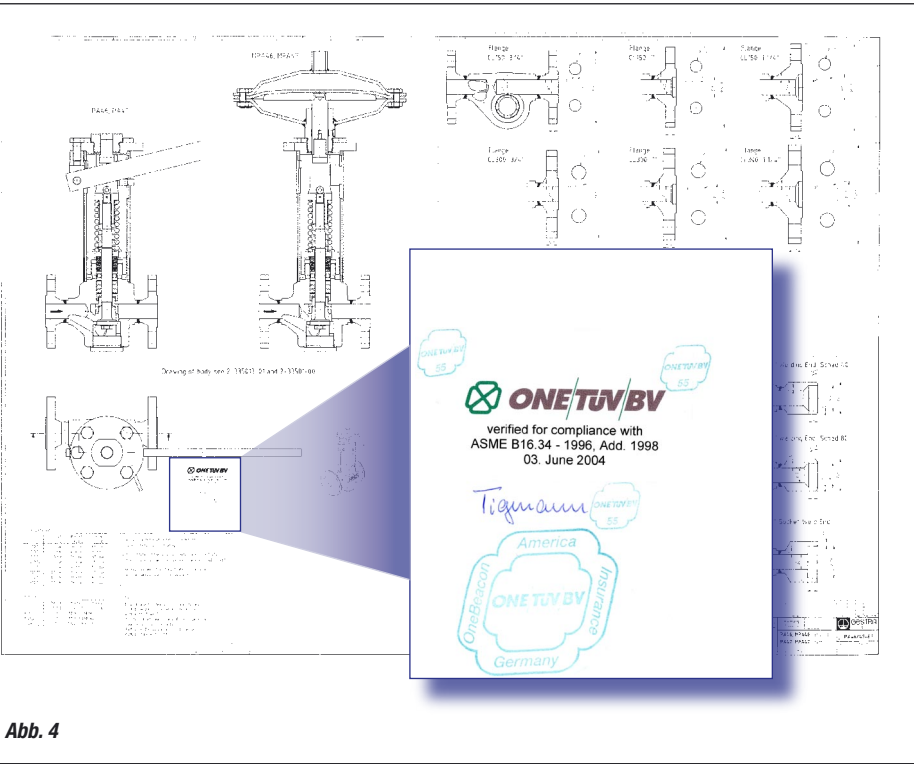

Abb. 4
Die neuen GESTRA-Abschlammventile (M)PA 46/47 erfüllen alle Anforderungen des ASME-Codes B 31.1 und B 16.34. Konform mit dem ASME Boiler & Pressure Vessel Code Section I und ASME B 31.1 Power Piping Code können sie zusammen mit einem Absperrventil („ Blow Off Pair“) in eine Abschlammleitung eingebaut werden. Diese Konformität haben wir von der Firma ONE/TÜV/BV bestätigt bekommen (Abb. 4).